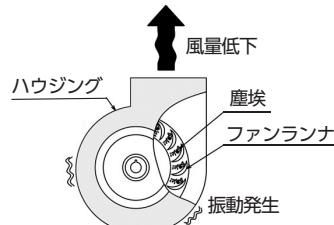

図3-4 嘘塵による現象
- ・ファン内部に異物の混入や塵埃の付着が無いか確認してください。塵埃が堆積しますと、風量の低下、アンバランスによる振動の発生の原因になります。(図3-4参照)